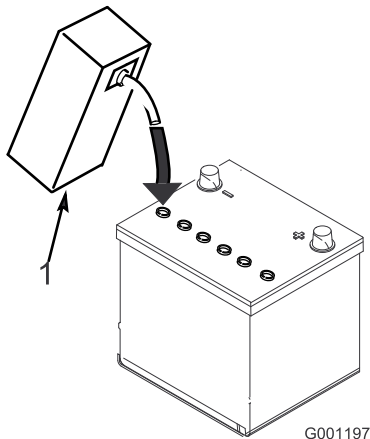

Figura 5
3. Llene cuidadosamente cada celda con electrolito hasta que las placas estén cubiertas de aproximadamente 6 mm de fluido (Figura 5).
4. Espere aproximadamente 20–30 minutos para que el electrolito penetre en las placas. Rellene si es necesario para que el electrolito llegue a una distancia de aproximadamente 6 mm del fondo del hueco de llenado (Figura 5).